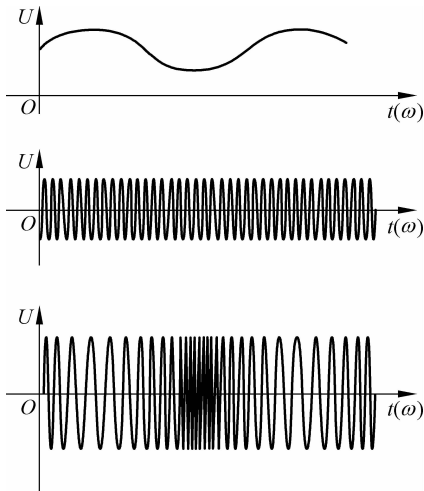

图 3-3 调频波形
- ② 调频：使高频振荡电流的频率随着调制信号而改变。电视的伴音和专门的调频广播电台使用调频波,其抗干扰能力较调幅波好,波形如图 3-3 所示。